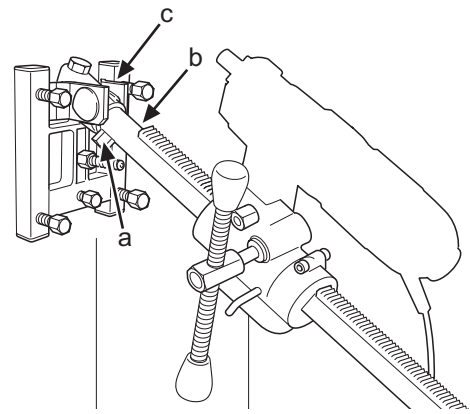

Fig.12
2. La columna de perforación se monta en el soporte angular de la placa base. Apretar los dos tornillos de fijación (a y b) con una llave de 24 mm. (Fig. 12). Girar la caja de alimentación 180° y montarla de nuevo en la columna de perforación. La perforadora se monta en la fijación rápida.
3. Ajustar la inclinación de perforadora deseada con la tuerca (c) (fig.12) y una llave de 30 mm.
2. A coluna de perfuração é montada no suporte angular da placa base. Apertar os dois parafusos de fixação (a e b) com a chave de 24 mm. (Fig.12). Rodar a caixa de alimentação 180° e montá-la novamente na coluna de perfuração. A perfuradora é montada na fixação rápida.
3. Ajustar o ângulo de perfuração desejado com a porca (c) (Fig. 12), com a chave de 30 mm.
2. The drill column is mounted on the base plate's angle bracket. Tighten the two locking screws (a and b) with a 24 mm spanner. (Fig.12). The feed housing is turned 180° and refitted on the drill column. The drilling machine is refitted in the quick-action attachment.
3. Set the required drilling angle using nut (c) (Fig.12) with a 30 mm spanner.